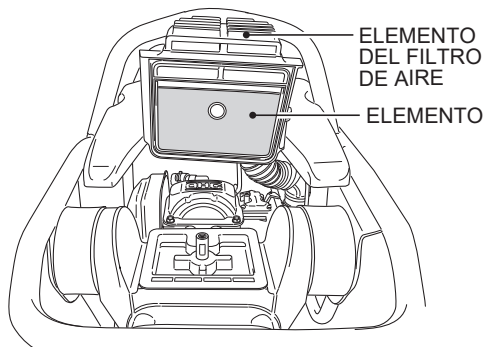

Figura 16. Filtro de aire (superior)
- Quite el elemento de la cubierta del filtro de aire - parte superior (Figura 16) y lávelo con gasolina o queroseno. Después mójelo en aceite de motor (SAE10W-30) y exprima ligeramente. Vuelva a instalar el elemento.